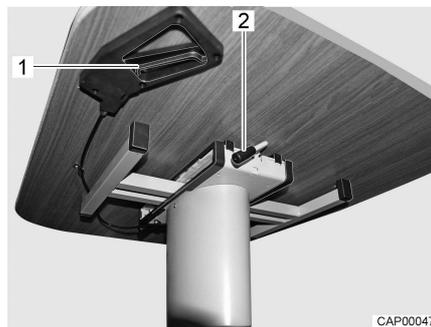

Fig. 41 Décaler la table à hauteur réglable
- Faire pivoter le levier (Fig. 41,2) vers le bas jusqu'à ce qu'il ait une position verticale vers le bas.
- Faire pivoter le levier (Fig. 41,2) vers le haut jusqu'à ce que le plateau de table soit fixé.
- Tirer sur la poignée de verrouillage (Fig. 41,1).
- Lâcher la poignée de verrouillage (Fig. 41,1). Le plateau de table reste à la hauteur réglée.